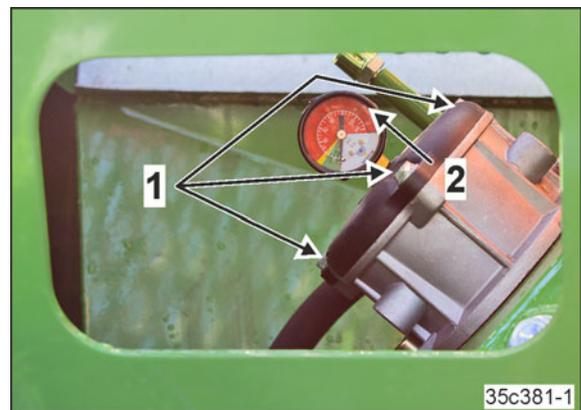

Fig. 331
1. Desserrez les vis hexagonales 6x25 (Fig. 331/1).
2. Soulever le couvercle (Fig. 331/2)